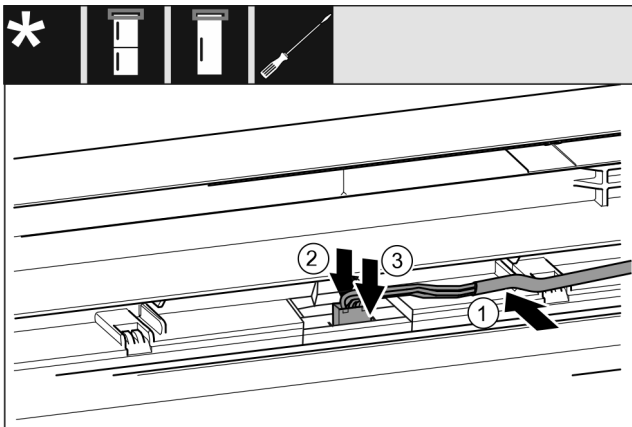

Fig. 58 Kühl-/Gefrierkombinationen / Gefriergeräte / Kühlgeräte
- ▶ Kabel Fig. 58 (1) in die Führung in der oberen Tür einlegen.
- ▶ Rastnase Fig. 58 (2) nach hinten drücken.
- ▶ Stecker Fig. 58 (3) einrasten.